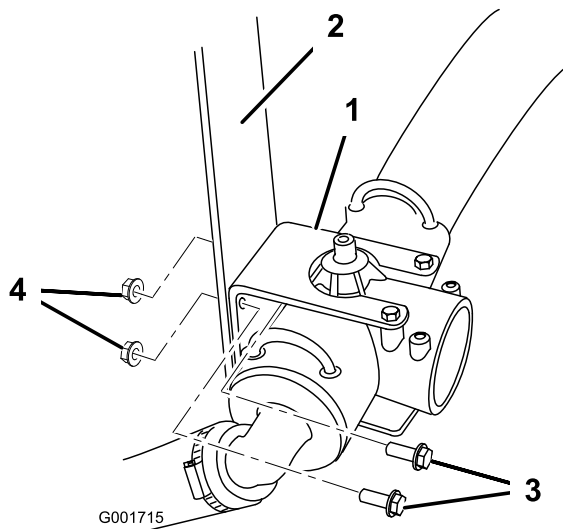

Bild 8
2. **Nur Multi-Pro 1200Sprühfahrzeug:** Schließen Sie das kleine rote Druckmanometerrohr vom grünen Schlauchanschlussstück oben am Zufuhr-T-Anschluss ab (Bild 8).
3. Entfernen Sie die zwei Schrauben und zwei Muttern, mit denen der Zufuhr-T-Anschluss und die Befestigungshalterung des T-Anschlusses am Fahrzeug befestigt sind (Bild 8). Bewahren Sie die Befestigungsteile für eine spätere Verwendung auf.